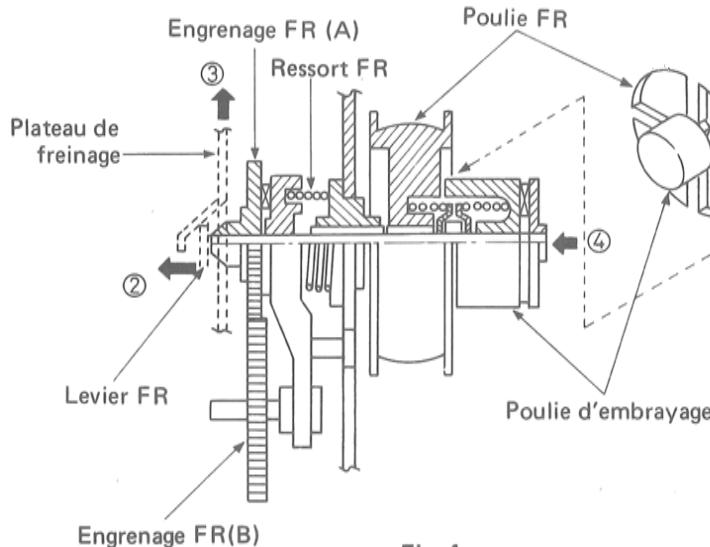
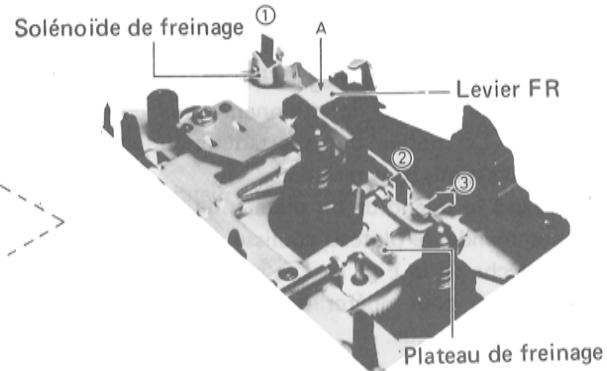

Fig. 4
Fig. 5
Le mécanisme de patinement est installé sous l'engrenage FR (A) comme le montre la Fig. 4 pour interrompre l'enroulement de la bande quand elle est complètement dévidée.
Quand le solénoïde de freinage fonctionne, le levier FR se déplace dans le sens de la flèche (2) pivotant au point (A) indiqué sur la Fig. 5., la partie inclinée du plateau de freinage qui est montrée sur la Fig. 4 est pressée par le levier FR et le plateau de freinage remonte. C'est de cette façon que le caoutchouc de freinage est séparé de la bobine et que le frein est libéré.
Quand le levier FR se déplace dans le sens indiqué par la flèche (2), les engrenages FR (A), (B) de la Fig. 4. sont relevés par le ressort FR pour que les engrenages de bobine s'engrènent sur l'engrenage FR (B).